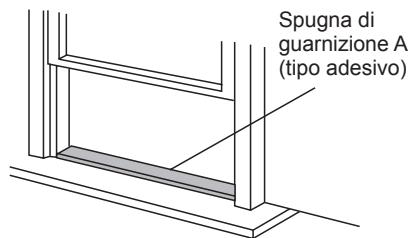

Fig. 8
1. Tagliare la spugna di guarnizione (tipo con adesivo) alla lunghezza adeguata ed applicarla al davanzale. Fig. 8